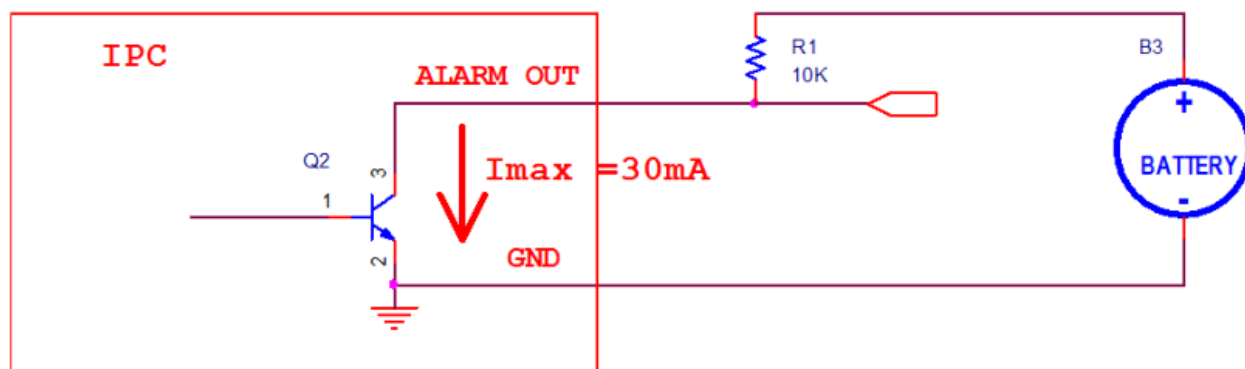

Рисунок 1.2 – Второй вариант подключения для модели тревожного выхода с транзистором
- 2) Рисунок 1.2: напряжение элемента питания не должно превышать 12 В; резистор R1 должен обладать сопротивлением не менее 4.7 кОм.